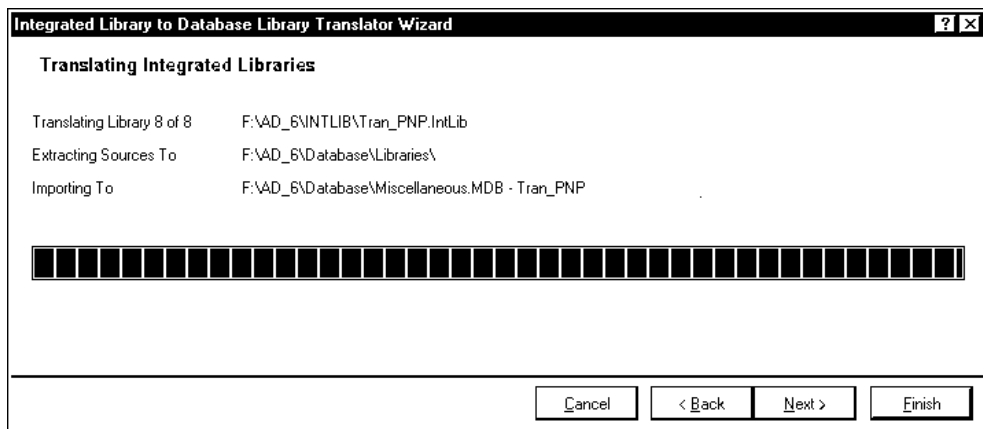

Рис. 11.21. Мастер конверсии интегрированной библиотеки Altium Designer в библиотеку базы данных: отображение прогресса конверсии
4. Щелчком на кнопке **Next** перейти на следующую страницу (рис. 11.21), на которой отображается процесс конверсии набора интегрированных библиотек, составленного на предыдущем шаге: выводится текстовое сообщение о ходе конверсии, сообщения с указанием адреса размещения преобразованных библиотек и базы данных и линейка прогресса, также иллюстрирующая ход конверсии. Вмешательство в ход конверсии невозможно: все кнопки управления в диалоговом окне затенены.